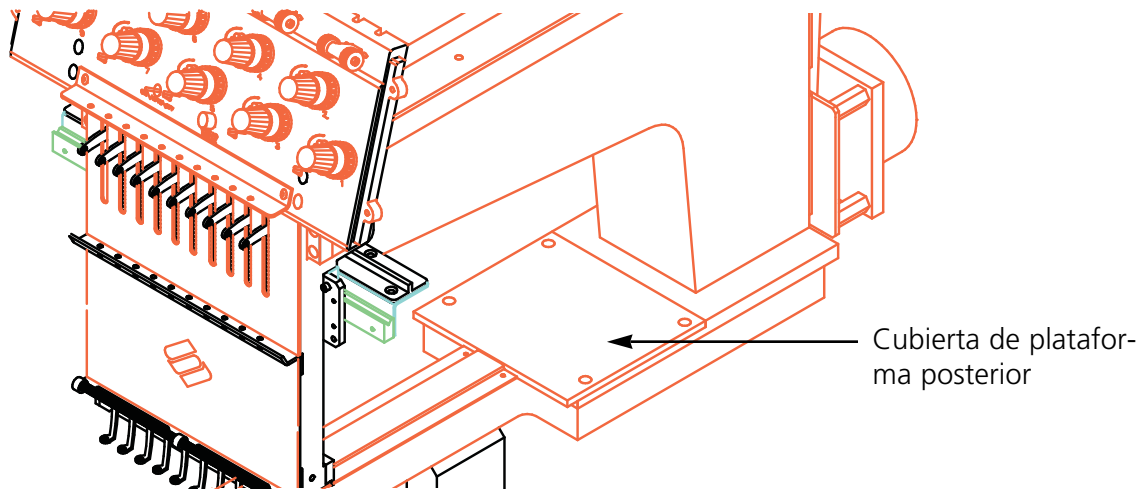

Figura 4-11
2. Retire la cubierta de la plataforma posterior ilustrado en la figura 4-11.